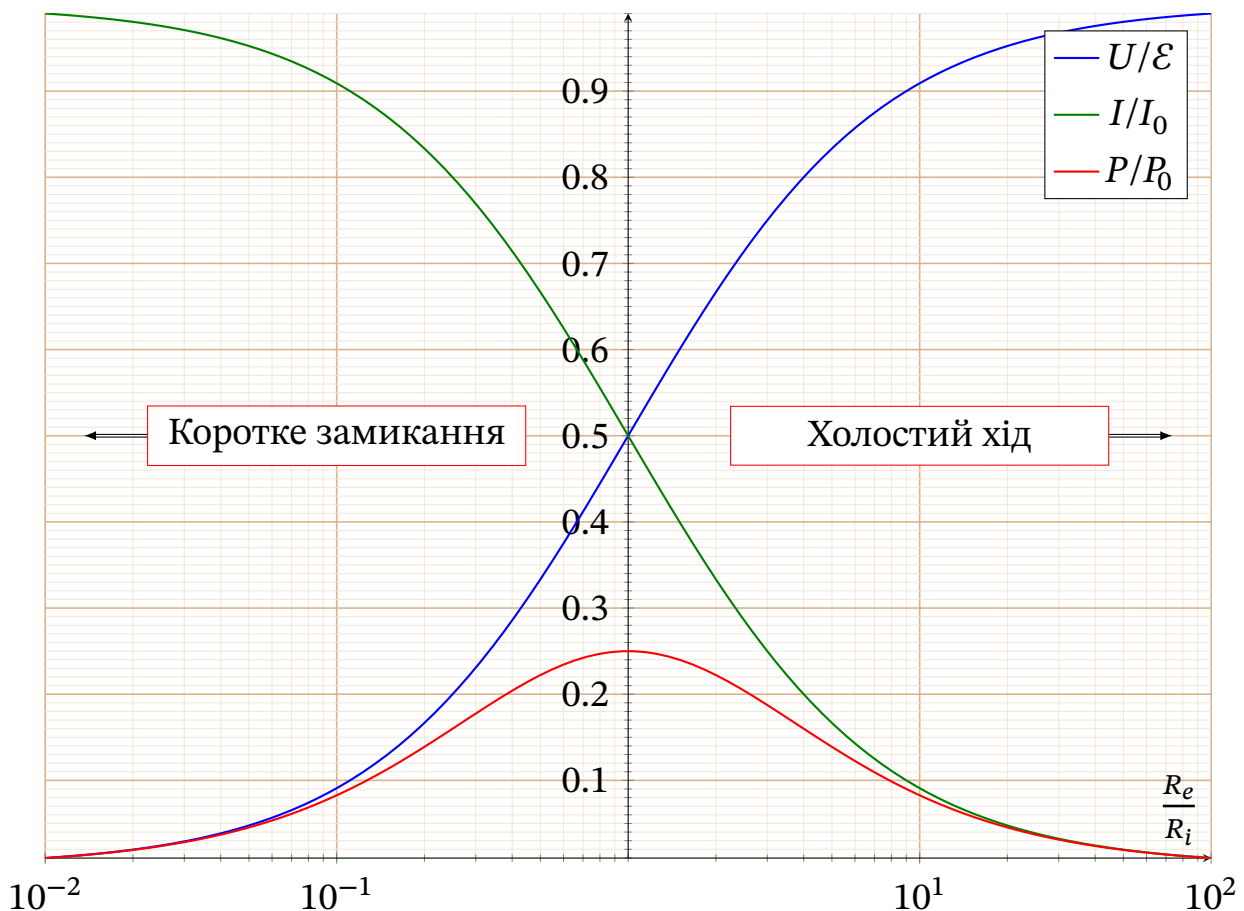

Рис. 6. Діаграма режимів для джерела електроенергії
4. Побудуйте нормовані діаграми, аналогічні (рис. 6).